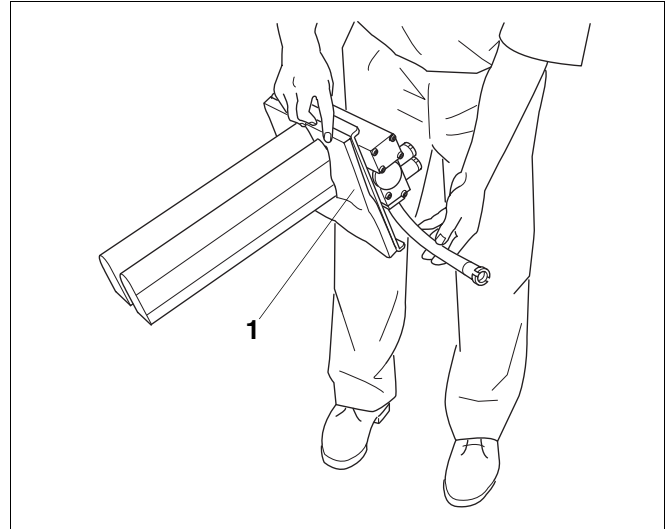

Abb. 46 Ausspülen der Brennerstäbe
- Brennerstäbe in Wasser mit Reinigungsmittel tauchen und abbürsten. Dabei darauf achten, dass der Wärmeschutz (Abb. 46, **Pos. 1**) am Brennerschild nicht nass wird!
- Restwasser durch Schwenken der Brennerstäbe entfernen (Abb. 46).